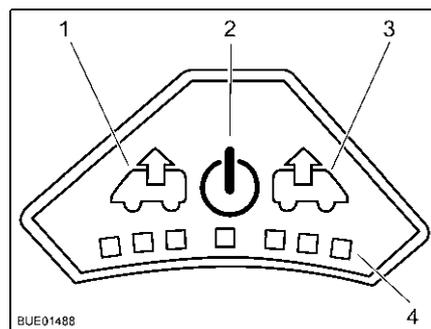

Fig. 72 Cuadro de mando del ventilador
- Conectar:** ■ Pulsar la tecla On/Off (Fig. 72,2). El ventilador funciona en el modo confort (extracción con la velocidad más baja del ventilador).
- Para aumentar la velocidad del ventilador: Pulsar la tecla de extracción (Fig. 72,1). La velocidad del ventilador aumenta un nivel en el sentido de extracción de aire. Los LEDs (Fig. 72,4) muestran los niveles de ajuste.
- Para disminuir la velocidad del ventilador: Pulsar la tecla de ventilación (Fig. 72,3). La velocidad del ventilador disminuye un nivel.
- Para aumentar la velocidad del ventilador: Pulsar la tecla de ventilación (Fig. 72,3). La velocidad del ventilador aumenta un nivel en el sentido de ventilación. Los LEDs (Fig. 72,4) muestran los niveles de ajuste.
- Para disminuir la velocidad del ventilador: Pulsar la tecla de extracción (Fig. 72,1). La velocidad del ventilador disminuye un nivel.
- Pulsar la tecla On/Off (Fig. 72,2). El ventilador se detiene, los LEDs se apagan.